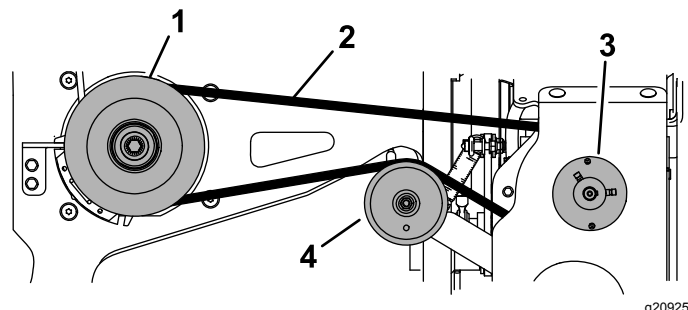

Figure 14
3. Enlevez la courroie des poulies (Figure 14).
4. Placez une courroie neuve autour de la poulie d'embrayage de la machine, de la poulie de tension et de la poulie de la pompe grand débit (Figure 14).